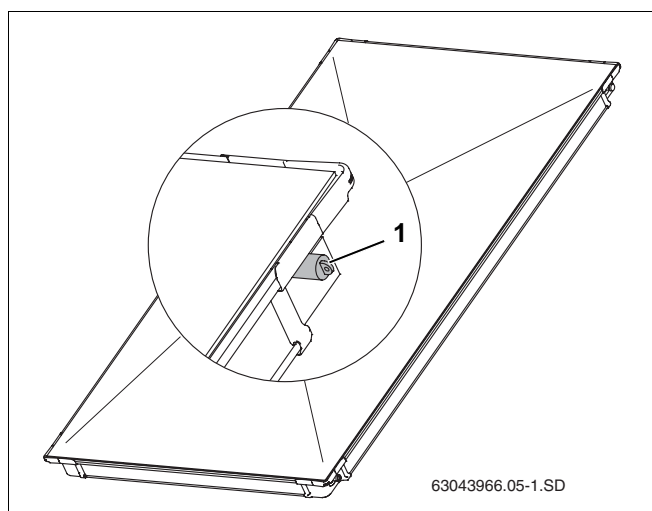

Bild 6 Gummiskydd på solpanelsanslutningar
- ▶ Avlägsna inte gummiskydden (bild 6, **pos. 1**) förrän strax före monteringen.